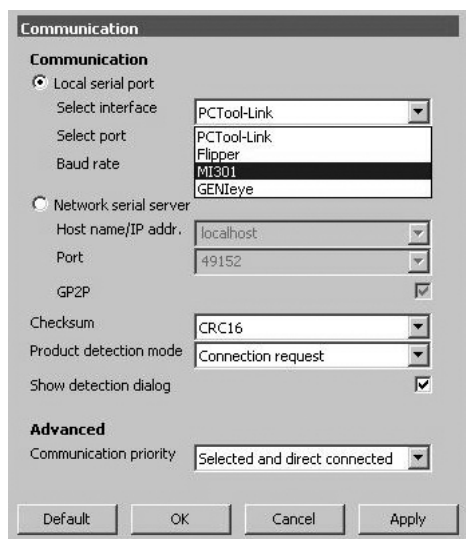

Рис. 17 Выбор интерфейса
- Откройте раскрывающийся список "Select interface" (выбрать интерфейс) и выберите "MI 301". См. рис. 17.
- Откройте раскрывающийся список "Select port" (выбрать порт) и выберите порт "PC Tool link". См. рис. 17. Нажмите [Apply] (Применить).